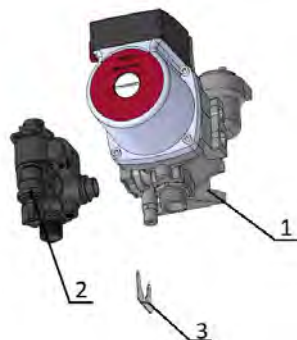

Рис. 13 Демонтаж насоса
Для разделения насоса (1) и входного гидроблока (2) необходимо вытащить фиксатор (3) и совершить вращательное движение блока и насоса в различных направлениях с одновременным разнесением их относительно друг друга, см. рисунок 13.